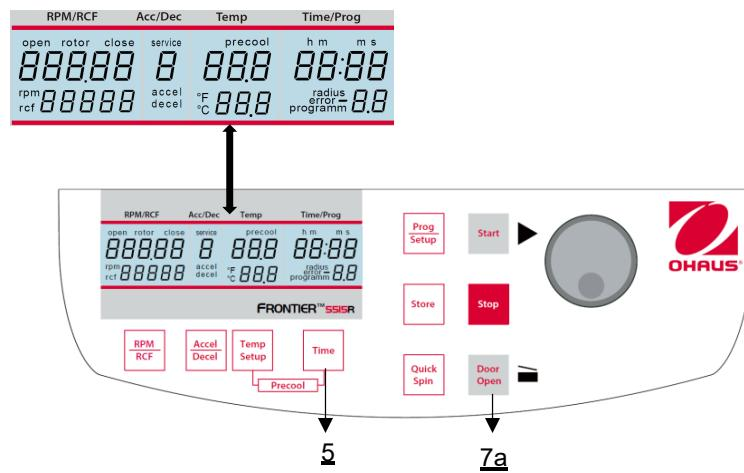

Figure 29
Ouvrir le couvercle de la centrifugeuse et couper l'interrupteur principal. Rallumez ensuite l'interrupteur principal. Pendant environ 3 secondes, le nom du modèle s'affiche à l'écran ainsi que la version actuelle du logiciel. Pendant ce temps, appuyez simultanément sur les touches **"Time"** (5) et **"Door Open"** (7a). Un test d'affichage est alors effectué pendant environ 3 secondes. Tous les indicateurs s'affichent en même temps (**voir figure 29**).